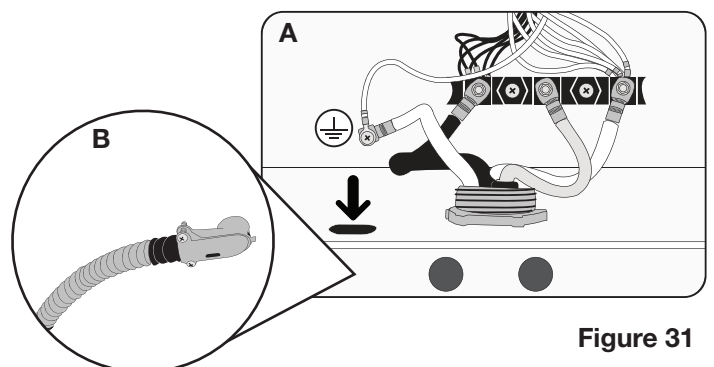

Figure 31
- 2 Enfoncez le trou perforé. Débranchez les câbles et les insérez dans le trou. (Voir la figure 31 A.)
- 3 Raccorder le câble au conduit et brancher le tube. Bien visser de chaque côté de la pièce. (Voir la figure 31 B.)